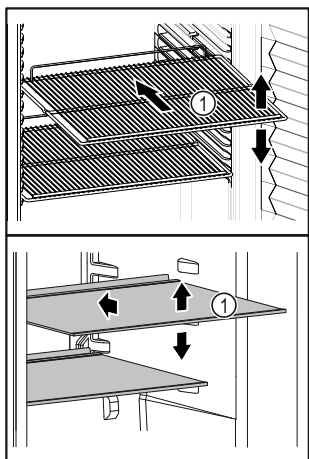

Fig. 9 Voorbeeld
- ❑ Als draagplateaus Fig. 9 (1) verstelbaar zijn, kunnen deze in de hoogte worden aangepast.